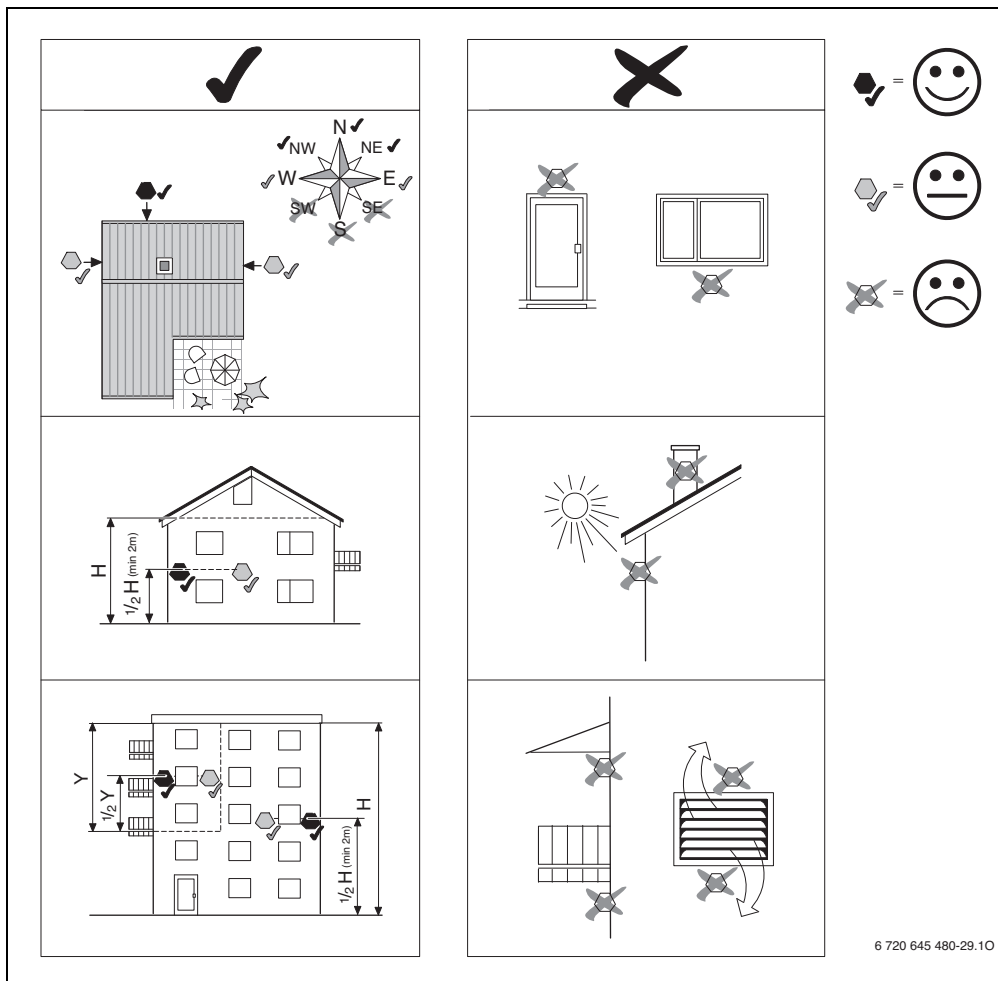

Рис. 9 Место установки датчика наружной температуры (при регулировании по наружной температуре с учётом или без учёта комнатной температуры)
- ▶ Учитывайте показанные на рис. 9 точки при выборе правильного места установки датчика наружной температуры.